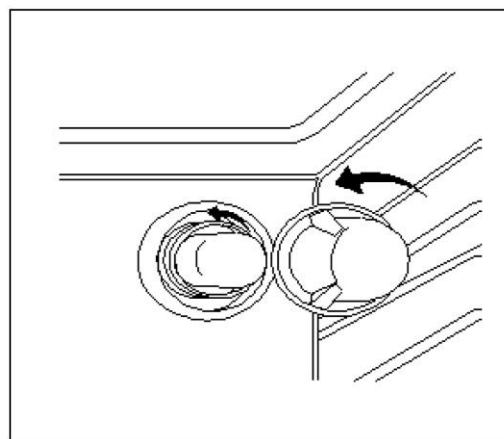

Figure 10
2. Veuillez enlever le couvercle de verre du support à lampe en le tournant dans le sens antihoraire. Voir la figure 10.